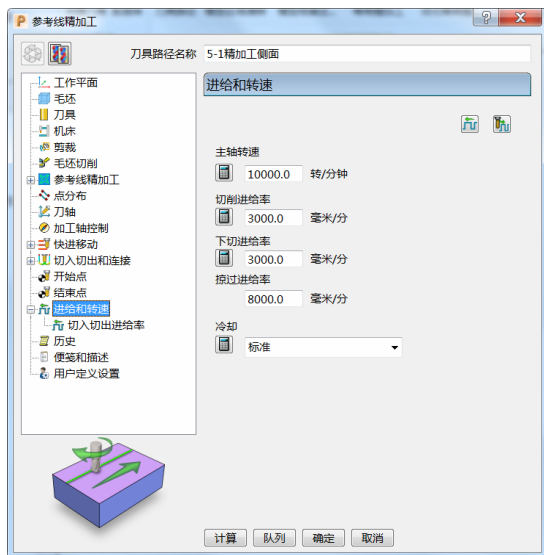
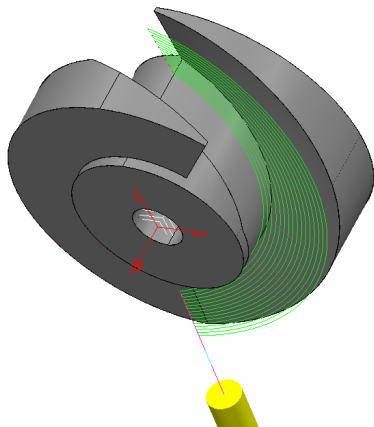

图 3-57
图 3-58
9) 进给和转速：设定主轴转速 10000.0r/min、切削进给率 3000.0mm/min、下切进给率 3000.0mm/min、掠过进给率 8000.0mm/min，标准冷却。（图 3-57）
10) 单击图 3-57 中的“计算”按钮，刀具路径如图 3-58 所示。